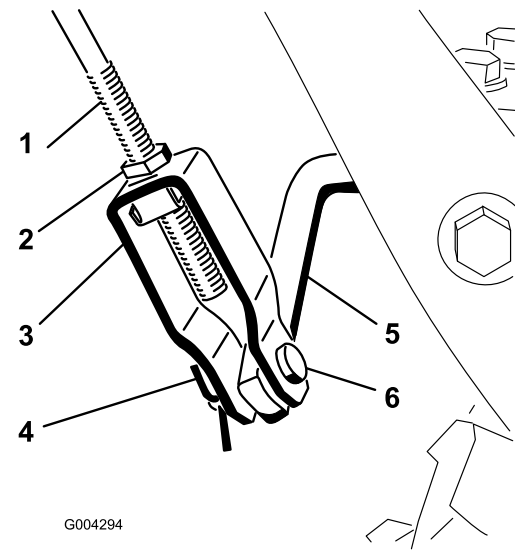

Figure 8
- Desserrez l'écrou de blocage au-dessus de la chape sur la tige de commande supérieure (Figure 8).
- C. Vissez ou dévissez la chape selon que vous souhaitez accroître ou réduire l'écart entre le haut de la poignée et le bas de la manette de commande de fraise/turbine (Figure 8).
6. Quand le réglage est correct, remplacez l'axe de chape et fixez-le à l'aide de la goupille fendue (Figure 8).
7. Serrez l'écrou de blocage pour bloquer la chape (Figure 8).